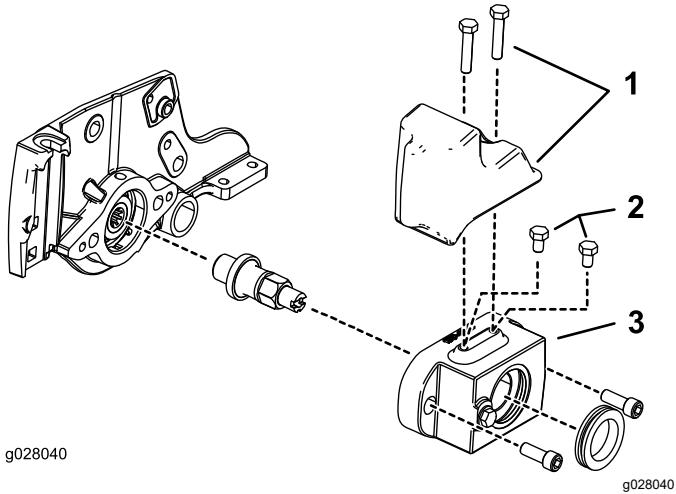

Figura 5
- Motori dei cilindri idraulici da 12,7 cm: installate 2 bulloni (5/16-18" x $\frac{1}{2}$ ") sopra l'alloggiamento della spazzola per rulli (Figura 5).
- Motori dei cilindri elettrici da 12,7 cm: montate il kit zavorra sopra l'alloggiamento della spazzola per rulli con 2 bulloni (5/16-18" x $1\frac{1}{2}$ "); fate riferimento alla Figura 5.